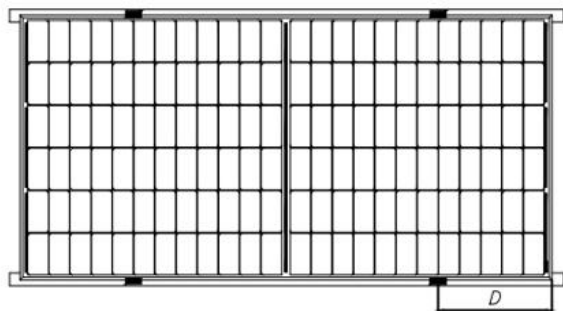
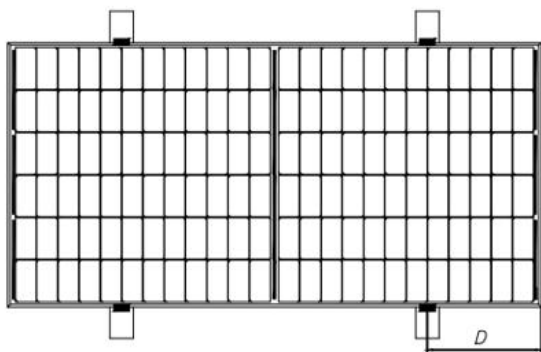
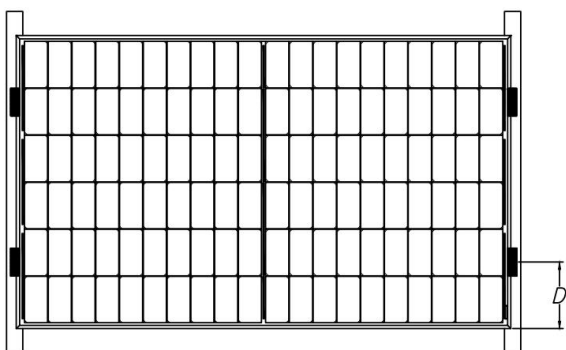
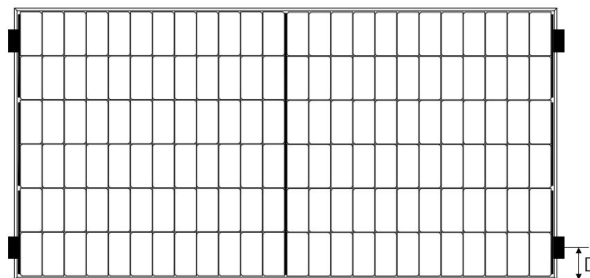

图 3 导轨重合长边框安装
图 4 导轨垂直长边框安装
图 5 导轨重合短边框安装
图 6 短边四点安装
光伏组件安装时，每个光伏组件必须使用至少 4 个压块进行固定，如图 3、图 4、图 5、图 6。
⑩ 对于图 3 所示的安装方式，组件 C 面与导轨的重叠部分应 $\geq 25\text{mm}$ 。如果使用不合适的夹具或不正确的安装方式，正泰新能有限质保将会无效。